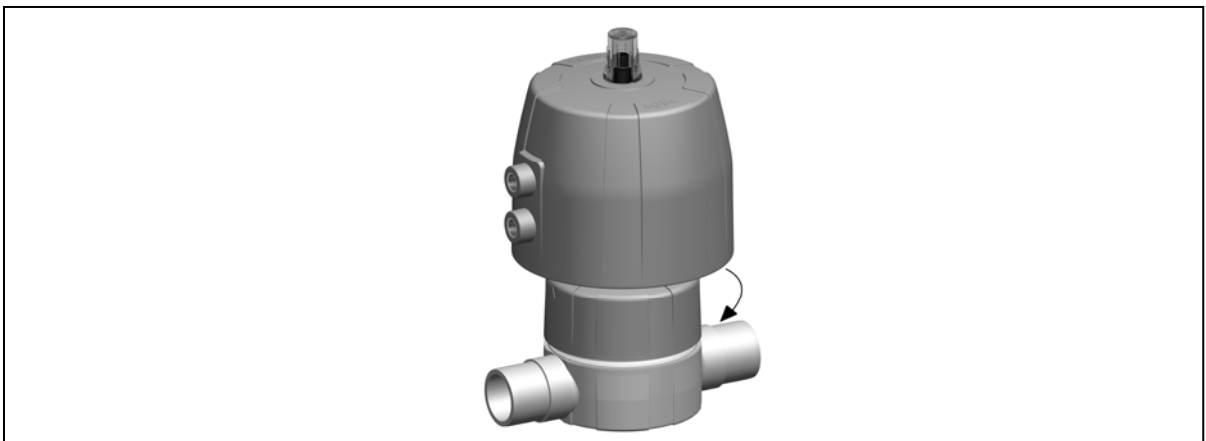

Fig. 15
- ▶ Coloque el actuador sobre el cuerpo de la válvula y apriete a mano la tuerca de la carcasa, véase Fig. 15